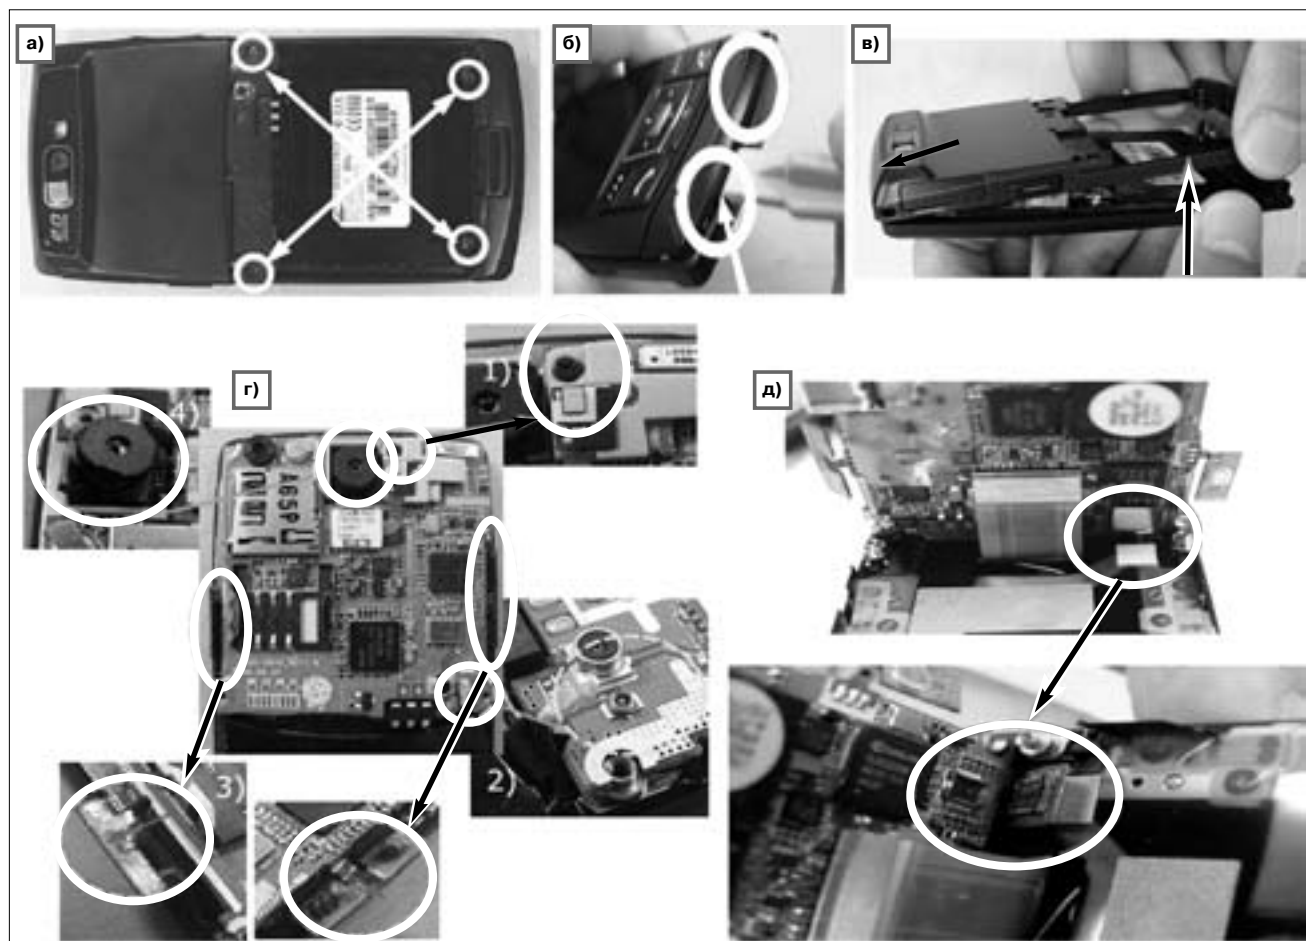

Рис. 1. Порядок разборки телефона (1/2)
2. Откручивают 4 шурупа (рис. 1а).
3. Аккуратно просовывают съемник между задней панелью телефона и корпусом (рис. 1б), проводят съемником по периметру образовавшейся щели и затем осторожно отделяют заднюю панель от корпуса (рис. 1в).